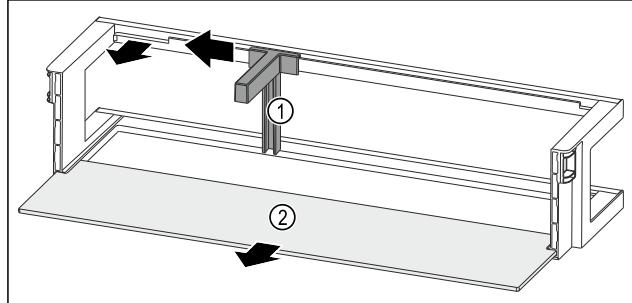

Fig. 90 Рафт на врата с преграда за бутилки и рафт
- ▶ Пълзнете преградата за бутилки Fig. 90 (1) настрани до прореза.
- ▶ Свалете преградата за бутилки Fig. 90 (1).
- ▶ Свалете рафта Fig. 90 (2).